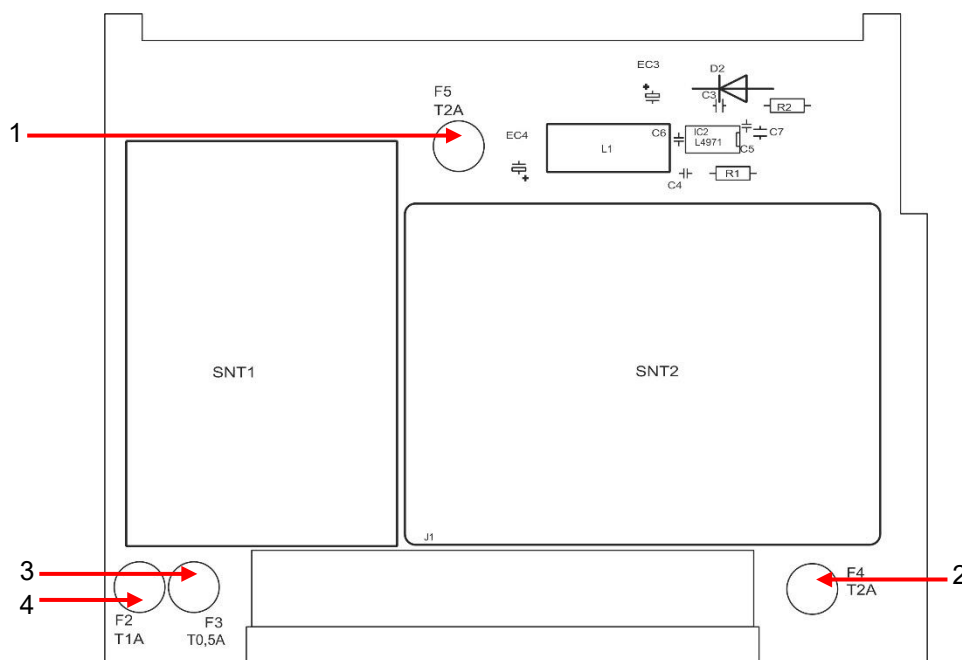

Figura 35
Estes fusíveis protegem o Testomat® PRO CLT ou as saídas contra sobrecargas e curto-circuitos. Todos os fusíveis são de encaixe. Os fusíveis principais F1 (1) e F6 (2) (4 A MT) para as saídas e o dispositivo estão localizados na placa-mãe (ver Figura 35). Na fonte de alimentação encontram-se os quatro fusíveis primários e secundários F2 a F5 para 24 V e 12 V, 3,3 V.